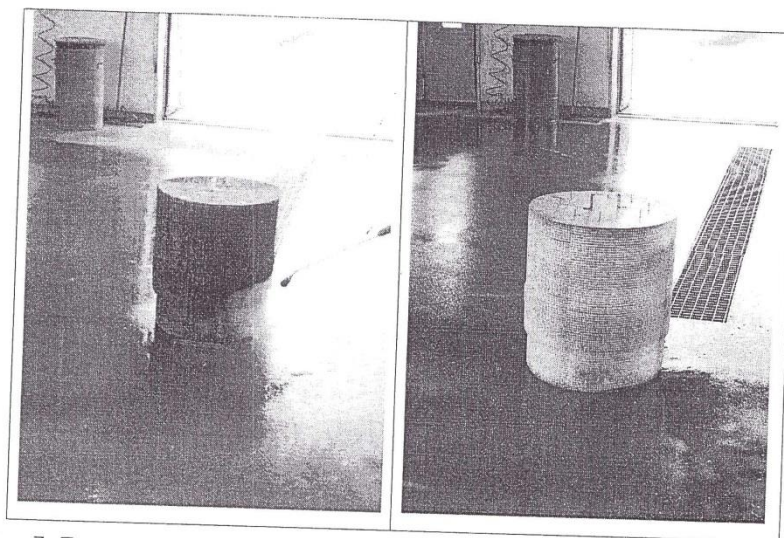

Рис. 7. Промывка коалесцентного модуля водой под давлением и чистый коалесцентный модуль после промывки.
2. Производите очистку коалесцентных модулей водопроводной водой под напором (см рис. 7). Вода от мытья направляется в отделитель или промывка производится в специальном месте, откуда вода от мытья направляется на обработку. Самое важное смыть взвешенные вещества с коалесцентного модуля. Очистите от грязи также прокладки в местах стыка кассеты коалесцентных модулей и стены отделителя. Перед установкой коалесцентных модулей на место в отделитель, проведите полную откачку воды из него.